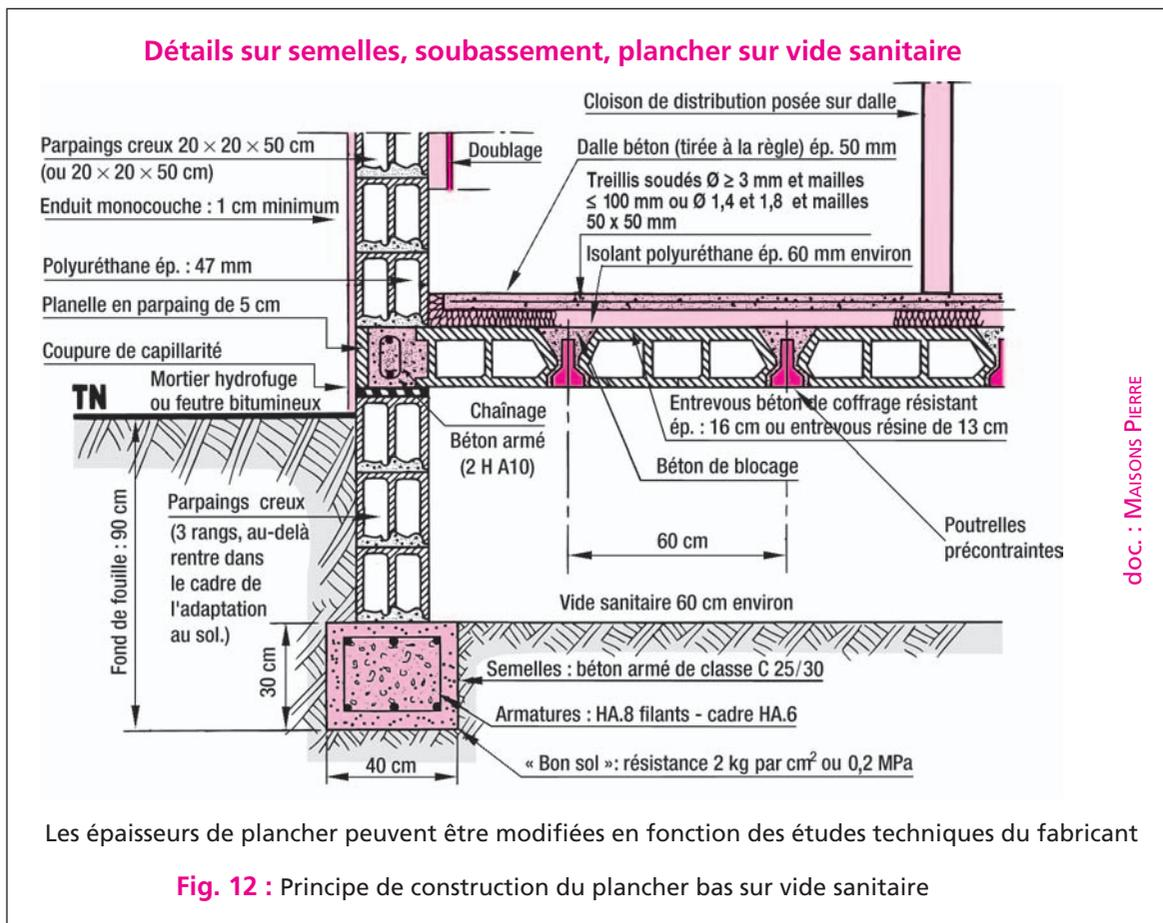

Fig. 12 : Principe de construction du plancher bas sur vide sanitaire
- Solution traditionnelle avec poutrelles précontraintes et choix d'entrevous en béton plus épais à leur partie supérieure, formant dalle de compression incorporée (fig. 12).